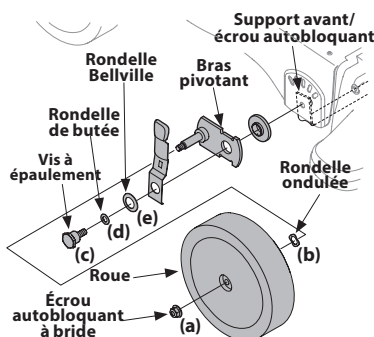

Figure 21
- Retirez les écrous autobloquants à bride (a), les roues avant et les rondelles ondulées (b) qui fixent les bras pivotants. Voir Figure 21.